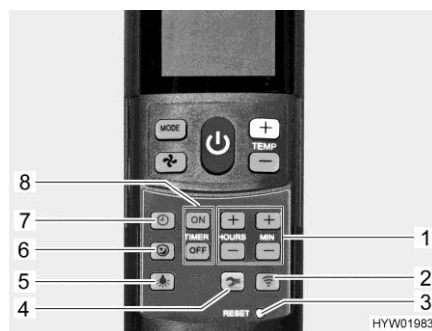

Fig. 172 Télécommande avec touches de réglage (climatisation)
- Appuyer sur la touche Démarrage en douceur (Fig. 172,6). En mode de refroidissement, le ventilateur tourne alors à faible régime et donc particulièrement silencieusement.
- Appuyer sur la touche Heure (Fig. 172,7).
- Régler les heures et les minutes avec les touches (Fig. 172,1).
- Appuyer sur la touche "ON" (Fig. 172,8).
- Appuyer sur les touches de réglage du temps (Fig. 172,1) jusqu'à ce que le laps de temps désiré jusqu'à l'enclenchement soit atteint.
- Appuyer sur la touche "OFF" (Fig. 172,8).
- Appuyer sur les touches de réglage du temps (Fig. 172,1) jusqu'à ce que le laps de temps désiré jusqu'au désenclenchement soit atteint.
- Appuyer de nouveau sur la touche "ON" ou sur la touche "OFF" (Fig. 172,8).
- Appuyer sur la touche Éclairage (Fig. 172,5). L'éclairage s'allume au dernier niveau de variation qui a été réglé.
- Appuyer sur la touche Éclairage (Fig. 172,5) et la maintenir ainsi jusqu'à ce que la luminosité désirée soit atteinte.
- Appuyer sur la touche Éclairage (Fig. 172,5).
- ▷ La touche Setup (Fig. 172,4) sert à établir la connexion entre la télécommande et la climatisation lors de la première mise en service.